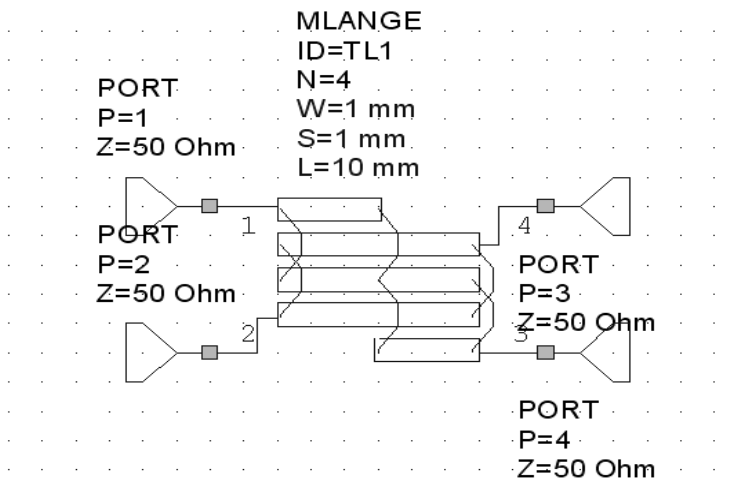

Рис. 2.5
3.3. Щелкните мышкой по значку **Port** на панели инструментов и подключите порт к плечу **1** элемента **MLANGE**. Аналогично подключите порт к плечу **2**. Затем подключите порты к плечам **3** и **4**, два раза щелкая мышкой, чтобы развернуть эти порты на 180° . Полученная схема показана на рис. 2.5.